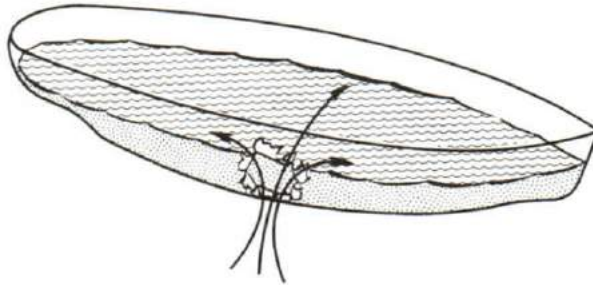
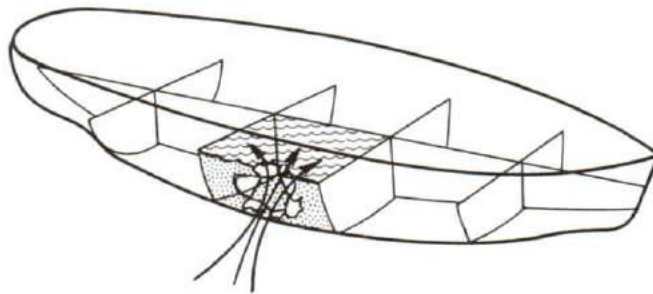

Figure 6-8
Figure 6-9
15. If a hole were made in a ship's bottom and there were no compartments, flooding would soon spread to all parts of the hull and the ship would sink quickly. See Figure 6-8. However, if the ship has compartments, the flooding can only spread as far as the bulkheads of the holed compartment and the ship does not sink. See Figure 6-9. Theoretically, if a ship had enough compartments, it would be unsinkable. This cannot be the case, however, because some machinery and gear require large single compartments and because so many bulkheads would be too heavy. Therefore, in every ship there are a certain number of watertight bulkheads, both fore and aft and athwartships. Any further division that is necessary is done with light non-watertight bulkheads.
15. Si l'on perce un trou dans le fond d'un navire qui ne comporte pas de compartiments, l'inondation s'étendra à tout le bâtiment et le navire coulera rapidement (voir la figure 6-8). Par contre, s'il y a des compartiments, l'inondation se limitera au compartiment envahi par l'eau et le navire ne coulera pas (voir la figure 6-9). En théorie, si l'on pouvait doter un navire d'un nombre suffisant de compartiments étanches, il serait insubmersible. Toutefois, la chose est impossible puisqu'il faut de vastes compartiments pour certains groupes de machines et d'appareils et aussi parce que toutes ces cloisons alourdiraient beaucoup trop le bâtiment. Par conséquent, dans chaque navire, il existe un certain nombre de cloisons étanches dans le sens de la longueur et par le travers. Tout autre cloisonnement s'effectue à l'aide de matériaux légers non étanches.